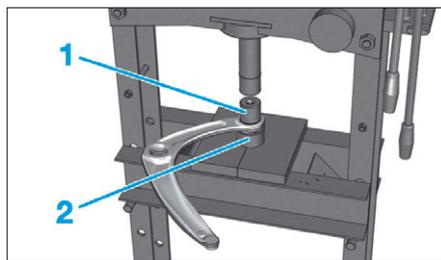

FIG. 26
- Positionner le bras inférieur sur une presse munie d'une cloche d'appui (1) et d'un tampon de montage (2) adaptés (Fig.26).